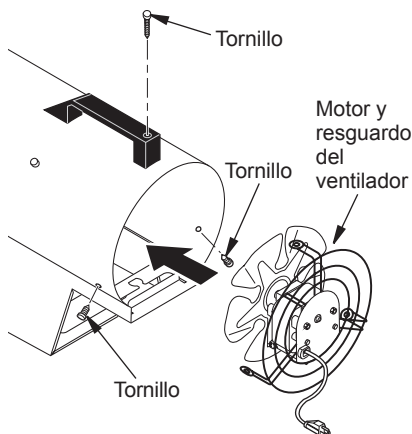

Figura 12 - Reemplazo del motor y el resguardo del ventilador en el calentador
11. Coloque el motor y el resguardo del ventilador en la parte posterior de la cubierta del calentador. Asegúrese que el cable de alimentación esté situado correctamente (consulte la figura 12).
12. Inserte tres tornillos a través de la cubierta del calentador y hacia el interior del resguardo del ventilador (consulte la figura 12). Apriete los tornillos firmemente.
8. Coloque el motor y el resguardo del ventilador en la parte posterior de la cubierta del calentador. Asegúrese que el cable de alimentación esté situado correctamente (consulte la figura 12).